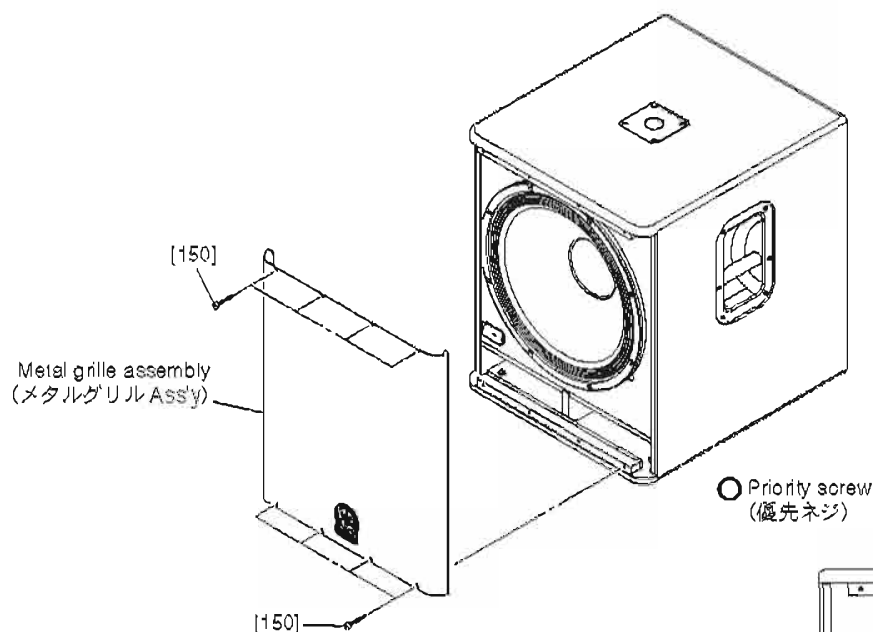

Fig. 1 (図 1)
- 1-1. Remove the eight (8) screws marked [150]. The metal grille assembly can then be removed (Fig. 1)
- 1-1. [150] のネジ 8 本を外して、メタルグリル Ass'y を外します。(図 1)